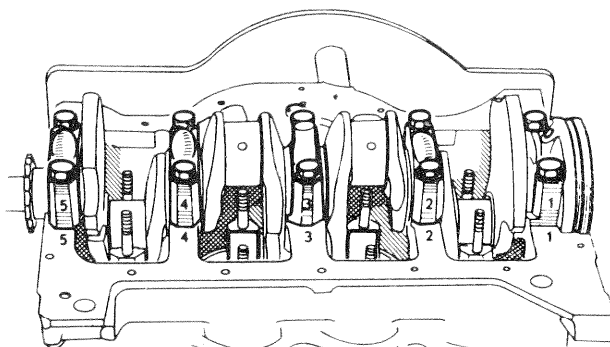

Fig. 32. — Repérage de chapeaux de palier
- Déposer les paliers après les avoir repérés (fig. 32).